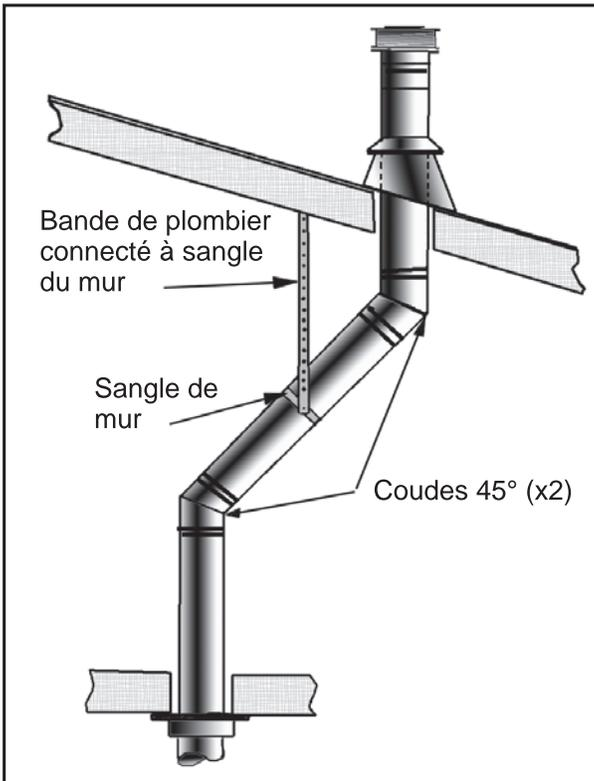

Figure 40: Utilisation de bandes a mur.
- (1) Si un décalage est nécessaire dans le grenier pour éviter des obstructions, il est important de soutenir le tube d'évent tous les 3 pieds (914 mm), à éviter le stress excessif sur les coudes, et l'éventuelle séparation. Les attaches murales sont disponibles à cet effet (voir la figure 40).
- (2) Lorsque c'est possible, utilisez des coudes 45° degré au lieu de 90°. Les coude de 45° offre moins de restriction.
- (3) Pour les installations de plusieurs étages; un plafond firestop est requis au deuxième étage, et tous les étages suivante (voir la figure 31). L'ouverture doit être encadrée de 10" (254 mm) x 10" (254 mm) à l'intérieur, de la même manière, comme illustré à la Figure 40.
- (4) Les zones occupées au-dessus du premier étage,